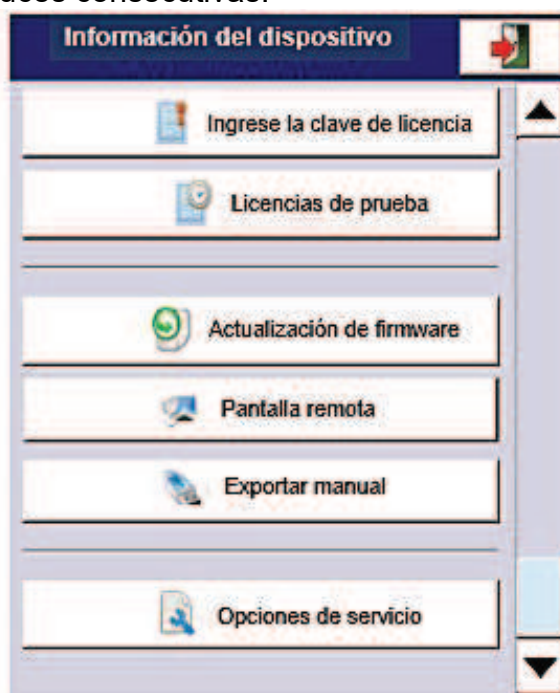

Fig. 7.33. Menú de información del dispositivo (cont.)
El botón **ingresar clave de licencia** (ver **Fig. 7.33**) le permite al usuario ingresar una clave de licencia comprada al fabricante (o proveedor), habilitando opciones de software adicionales que mejoran la funcionalidad del dispositivo. Después de ingresar y aceptar la clave de licencia, el dispositivo se inicia automáticamente con nuevas opciones de software (por ejemplo, si se ingresa la clave de licencia para el registro de datos, el texto bajo el encabezado **Licencias** aparece como: **Registro**: el período de validez; consulte la **Fig. 7.33**).
Las **licencias de prueba** (ver **Fig. 7.33**) le permiten al usuario activar una licencia de 30 días para la funcionalidad especificada una vez si la funcionalidad no se ha activado antes (30 días o permanente). Después de seleccionar y aceptar la clave de licencia, el dispositivo se iniciará automáticamente con la nueva funcionalidad del software (es decir, si el usuario selecciona la clave de licencia para la notificación por correo electrónico en la sección **Información del dispositivo** en la sección **Licencias** aparecerá el texto “**Notificación por correo electrónico: disponible para 30 días**” - ver **Fig. 7.33**)
El botón de **actualización del firmware** (ver **Fig. 7.33**) le permite al usuario actualizar el software del dispositivo.
- conecte la unidad flash (algunos Pendrives de alta capacidad no son compatibles, la mejor opción es un pendrive con capacidad de 2GB) - comience el proceso de actualización presionando el botón de **actualización de firmware** (ver **Fig. 7.33**).
El botón de **opciones de servicio** (ver Fig. 7.33) permite al usuario: